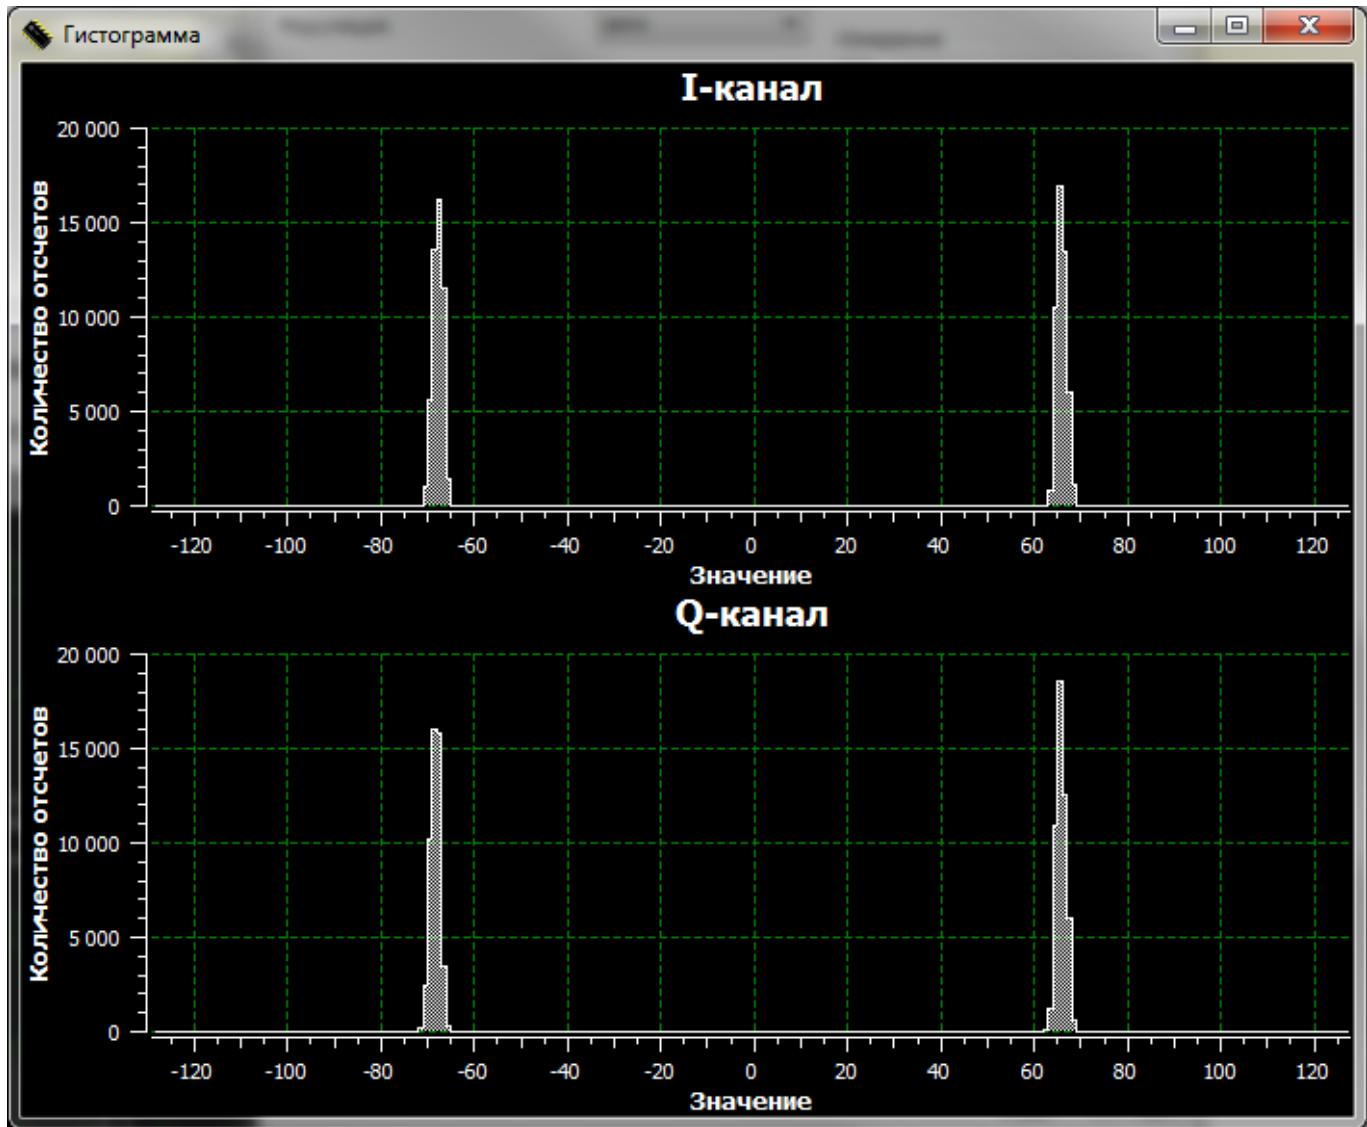

Рис. 32
– «Гистограмма» – открывает окно просмотра гистограммы сигнала, представленное на Рис. 32.